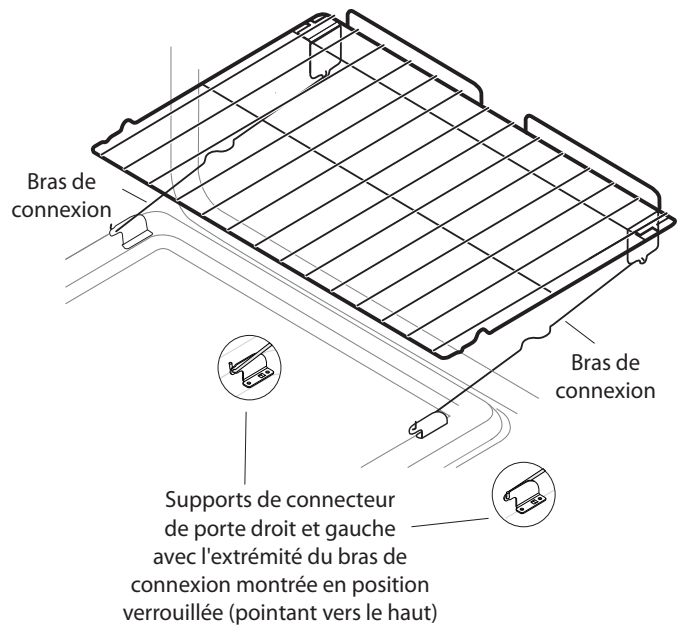

Figure 21 : Grille de four Effortless^{MC} après le montage
7. Une fois que les bras de connexion sont en place, testez la grille en fermant doucement la porte du four. La grille de four devrait se déplacer librement vers l'intérieur et vers l'extérieur du four lorsque la porte est ouverte ou fermée. (Reportez-vous à la figure 21.)